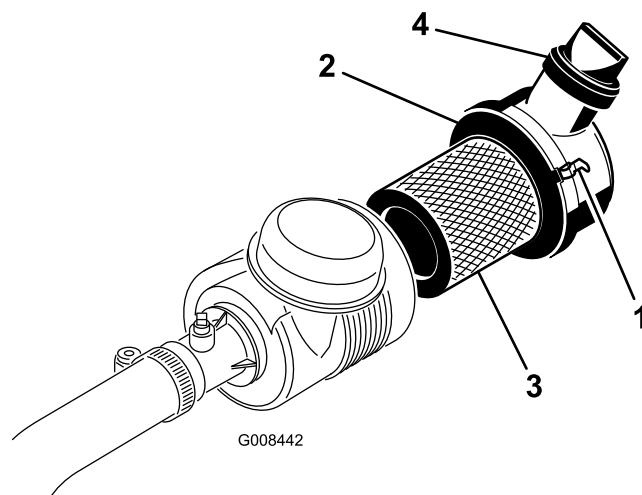

Рисунок 37
1. Отпустите защелки, фиксирующие крышку воздухоочистителя на его корпусе (Рисунок 37).
7. Поставьте на место крышку и закройте защелки (Рисунок 37).